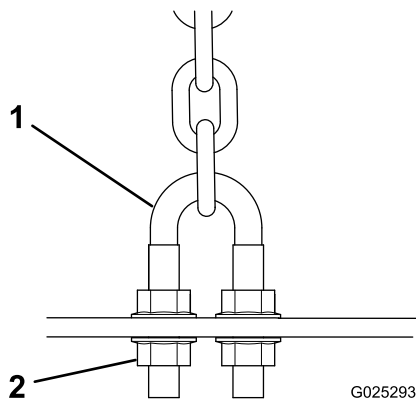
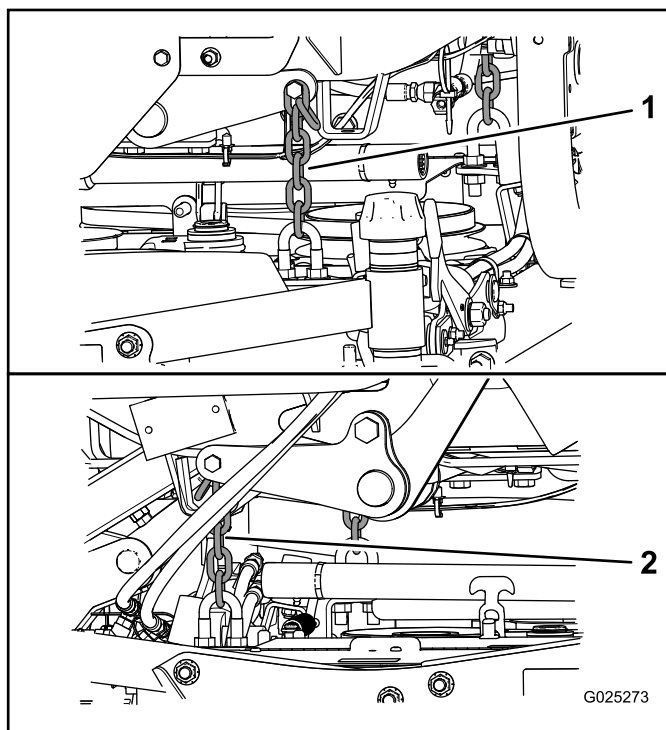

Figure 11
Figure 12
7. Ajustez les écrous de blocage des étriers filetés (Figure 11) qui fixent les chaînes de plateau arrière (Figure 12) au plateau pour élever
8. Ajustez les écrous de blocage qui fixent les chaînes au plateau de coupe jusqu'à ce que le plateau de coupe soit de niveau (Figure 12).